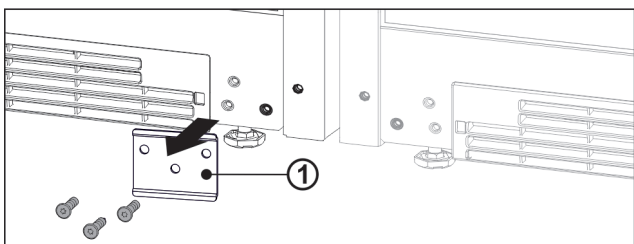

Fig. 13
- ▶ Pokud je nainstalován plech Fig. 13 (1), odšroubujte jej.